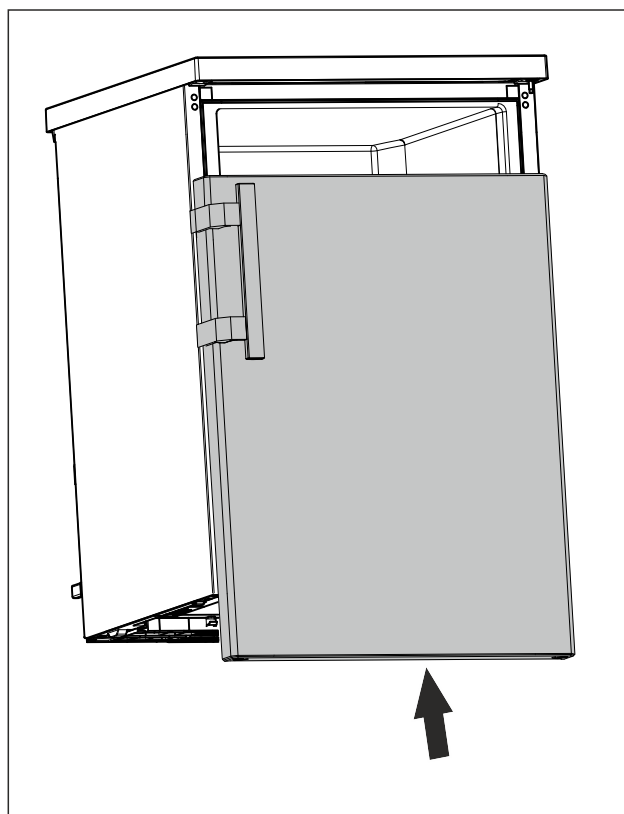

Fig. 24
- ▶ Inserire la porta chiusa sul perno superiore. (vedere Fig. 24)